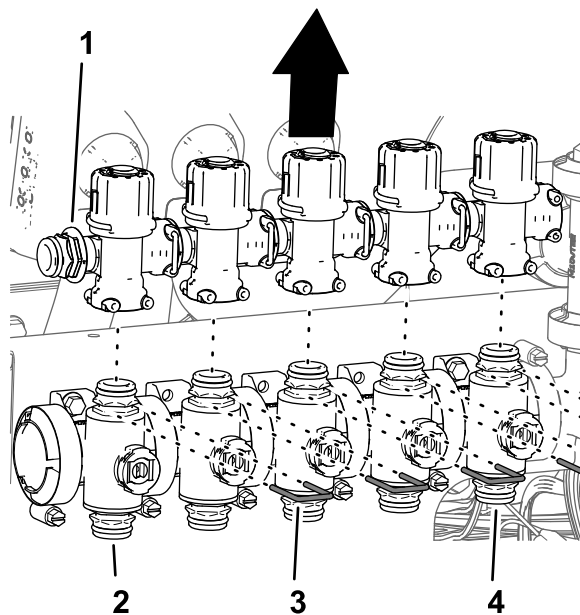

Figura 101
- Retire os retentores que prendem as válvulas dos bicos 1 a 7 (Figura 101).
- Levante as válvulas de distribuição das válvulas do bico 1 a 5 (Figura 101).